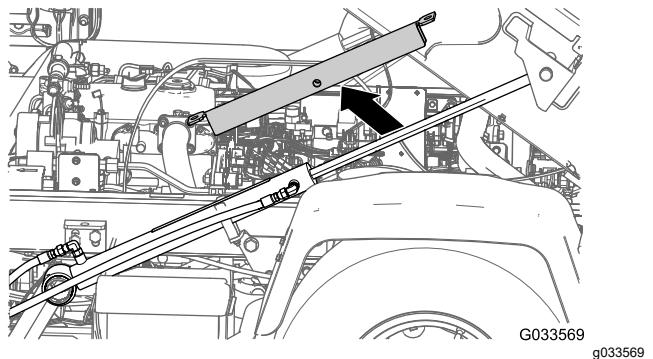
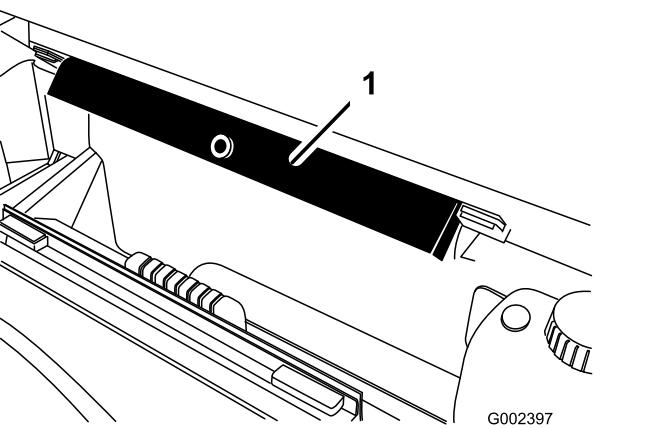

Figura 32
Figura 33
- Retire el soporte de la plataforma del cilindro de elevación y guarde el soporte en los soportes de almacenamiento en la parte posterior del panel ROPS (Figura 32 y Figura 33)